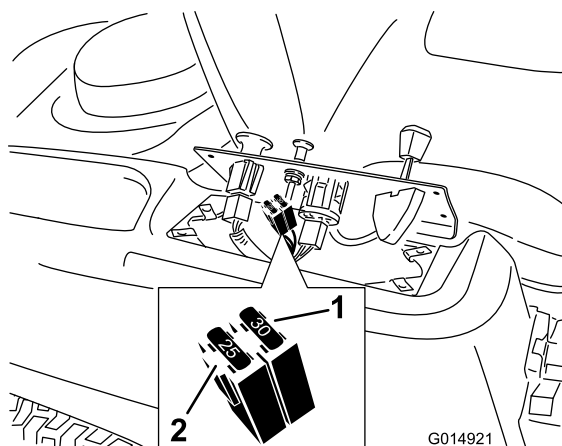

Figure 44
2. Soulevez le panneau de commande pour accéder au faisceau de câblage principal et au porte-fusibles (Figure 44).
3. Pour remplacer un fusible, tirez dessus pour l'enlever (Figure 44).